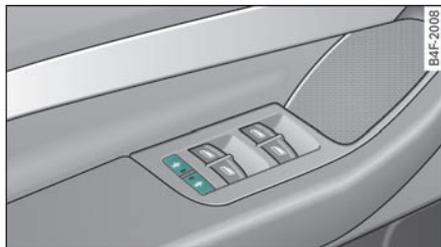

图 34 驾驶员车门局部视图：操作元件
- 按压左、右按钮  可以将相应侧的后车门儿童安全锁开锁或上锁 =>图 34。